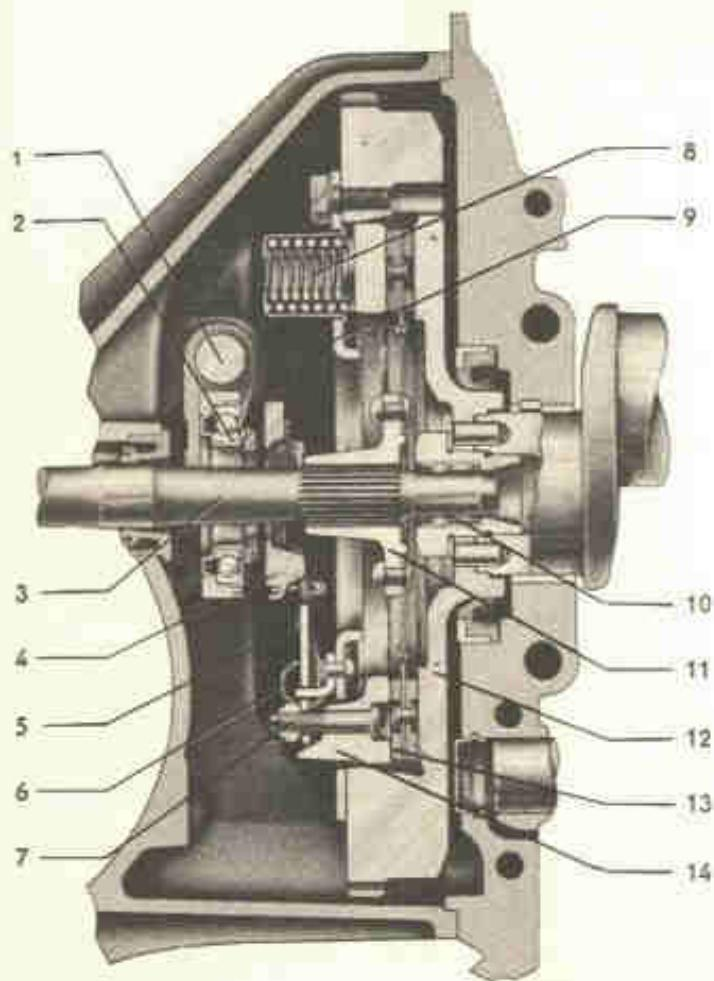

Fig. 1-1 — Corte da embreagem
As principais partes da embreagem são as seguintes (referências a fig. 1-1): *disco de fricção ou disco de embreagem* (11), provido de um cubo no qual se aloja a árvore primária da caixa de mudanças por engate de estriadas; *platô ou placa de pressão* (14), provida de fortes *molas de pressão* (8), que o comprimem contra o volante do motor (12), ficando o disco da embreagem entre essas duas peças; o *suporte do platô ou tampa* (9), no qual se alojam os *apoios ou capas das molas de pressão* e que fixa o conjunto da embreagem no volante do motor, três *alavancas de desbreagem ou "gafanhotos"* (6), as quais, apoiadas no suporte do platô, controlam o deslocamento do platô para frente ou para trás; *espelho do platô ou "deslizador"*, (4), que reúne as três extremidades livres dos gafanhotos; o *colar de carvão ou de rolamento* (2), cuja função é forçar o espelho do platô a frente e assim fazer os gafanhotos girarem em seus eixos, para que forcem o platô a se afastar do volante do motor; o *garfo* (1), que atua sobre o colar, comandado pelo pedal da embreagem. As figuras 2-1 e 3-1 mostram essas peças destacadas.
**Regulagem da folga do pedal.** — A folga do pedal deve estar compreendida entre 10 a 20 mm, o que corresponde a uma distância de 1 a 2 mm entre o colar e a placa de debreagem (fig. 1-1). A regulagem se faz na ligação do tirante de comando com a alavanca de debreagem (fig. 9-1), que se encontra na parte superior da caixa de câmbio. Solta-se a contra-porca e age-se sobre a porca de regulagem até obter-se o movimento livre desejado, depois do que aperta-se a contra-porca.